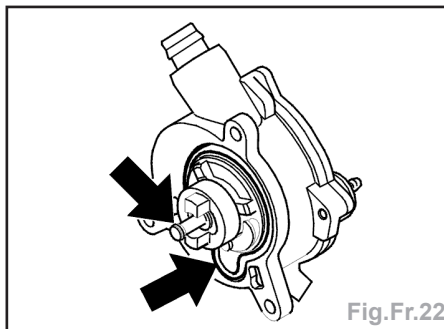

Fig.Fr.22
**Nota** : utilisez des joints toriques neufs (Fig.Fr.22).